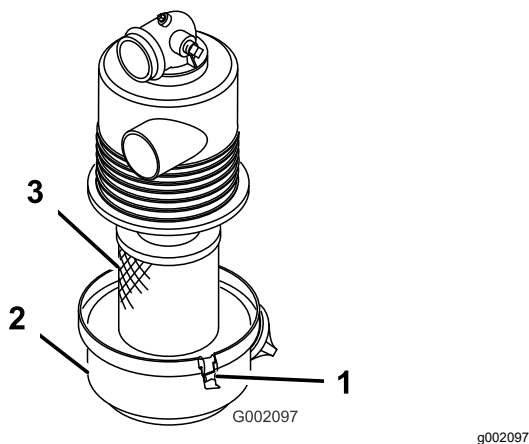

Figure 19
1. Vérifiez si le boîtier du filtre à air présente des dommages susceptibles d'occasionner des fuites d'air. Vérifiez que couvercle est parfaitement ajusté sur le boîtier du filtre à air (Figure 19).
2. Desserrez les attaches qui fixent le couvercle sur le boîtier du filtre à air (Figure 19).
3. Séparez le couvercle du boîtier du filtre à air et nettoyez l'intérieur du couvercle (Figure 19).
3. Insérez l'élément filtrant dans le boîtier du filtre à air (Figure 19).
4. Alignez le couvercle du filtre à air sur le boîtier du filtre à air (Figure 19).
5. Fixez le couvercle au boîtier avec les verrous (Figure 19).